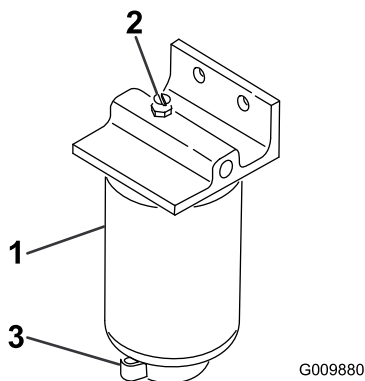

Figura 58
3. Allentate la valvola di spurgo situata nella parte inferiore della scatola del filtro (Figura 58).
2. Pulite la superficie circostante la scatola del filtro (Figura 58).